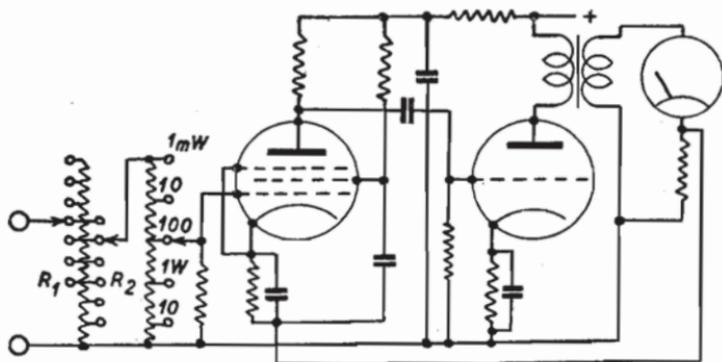

Fig. 231. — Misuratore di uscita Allocchio Bacchini.
*Misuratore di uscita elettronico Allocchio e Bacchini, fig. 231.*